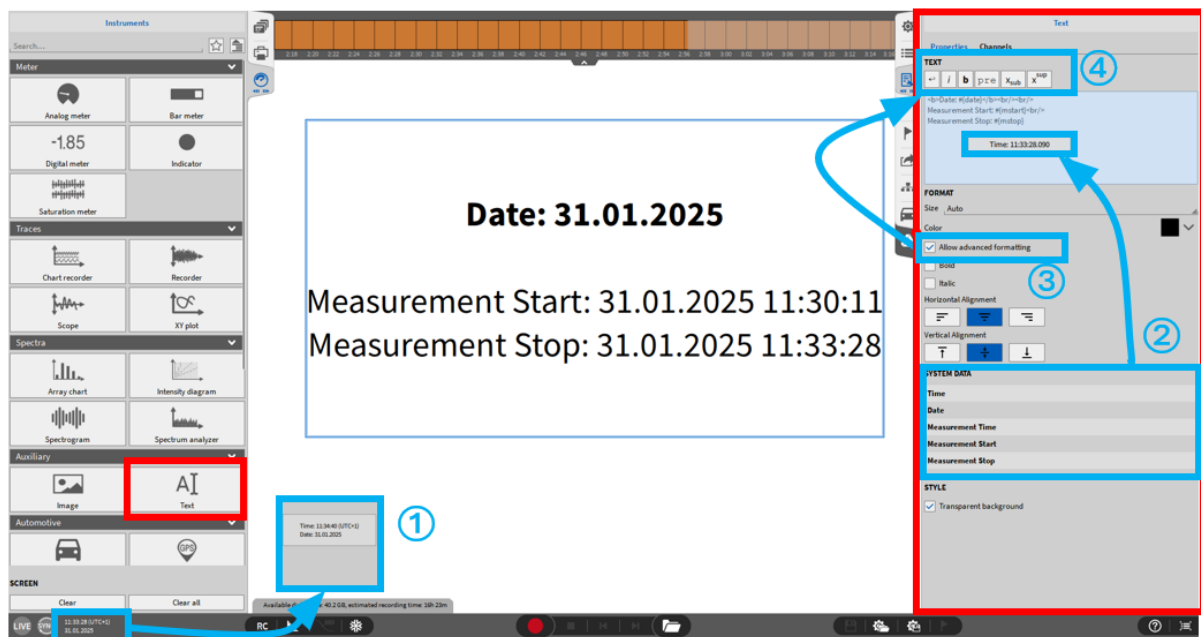

Abb. 8.100: Textinstrument - Übersicht
- Text: geben Sie den gewünschten Text hier ein. Der Text wird automatisch skaliert, um in die Größe der Textbox zu passen. Im Eigenschaftenmenü kann die Farbe, der Stil (**fett** oder *kursiv*) und die horizontale und vertikale Ausrichtung geändert werden. Die erweiterten Textformatierungsoptionen (siehe ④ in Abb. 8.100) zur Formatierung nur bestimmter Wörter oder Zeichen anstelle des gesamten Textes, muss über das Kontrollkästchen (siehe ③ in Abb. 8.100) aktiviert werden.
1. Am Messbildschirm kann direkt die Zeit- und Datumsanzeige via Drag'n'Drop auf den Messbildschirm gezogen werden (siehe ① in Abb. 8.100). Dabei entsteht eine Textbox mit der entsprechenden Anzeige.
2. In den Instrumenteneigenschaften kann die Zeit, Datum oder Messzeit wiederum via Drag'n'Drop in das Textfeld gezogen werden (siehe ② in Abb. 8.100) oder auch durch einen Doppelklick hinzugefügt werden.